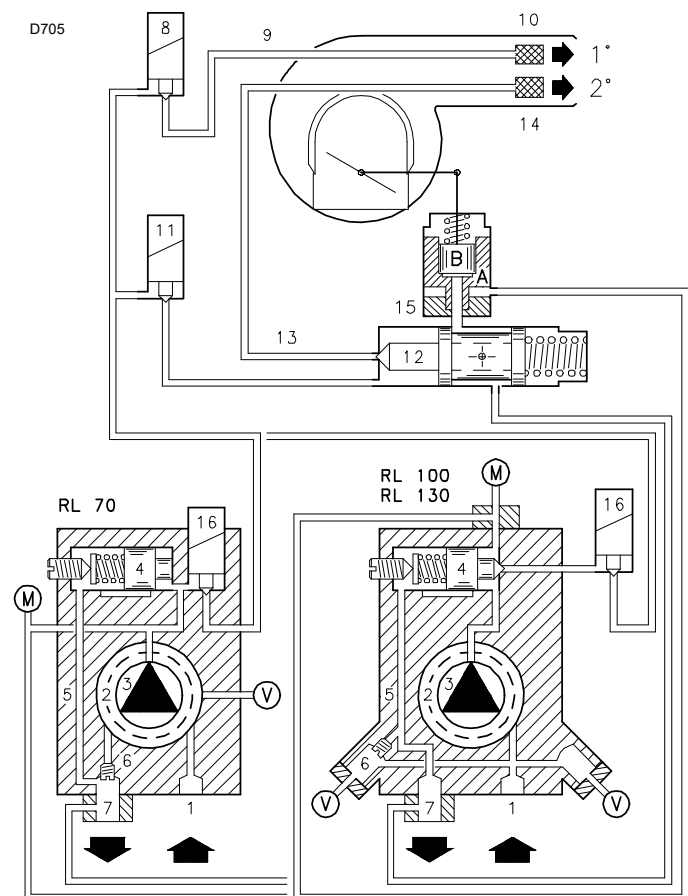

Fig. 24
8.2.1 Démarrage brûleur (Fig. 23) - (Fig. 24)